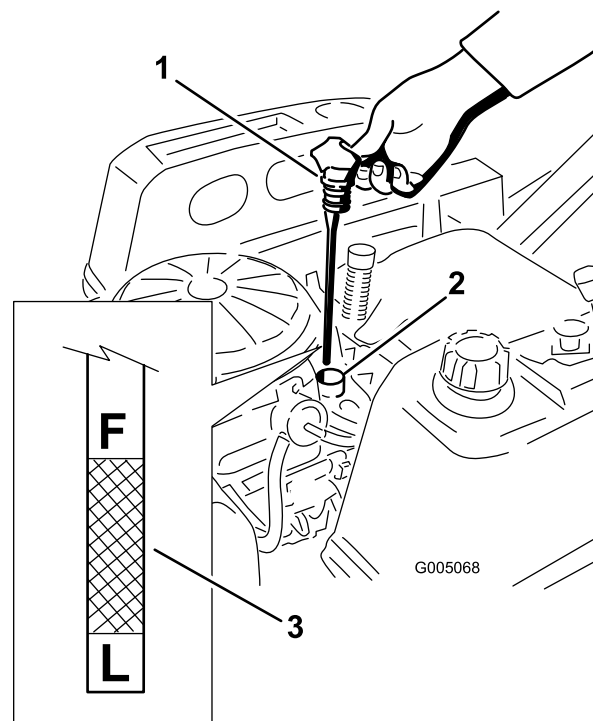

Figura 32
5. Retire a vareta e verifique o nível de óleo. (Figura 32).
4. Puxe e retire a tampa/vareta; limpe o óleo. Volte a inserir a vareta e empurre-a firmemente para o lugar (Figura 32).
7. Rode a válvula de drenagem 1/4 no sentido contrário aos dos ponteiros do relógio para abrir e deixar o óleo drenar (Figura 34). Remova a tampa/vareta (Figura 32).
14. Coloque lentamente cerca de 80% da quantidade de óleo especificada no bocal de enchimento do óleo (Figura 32).
15. Volte a colocar a tampa de enchimento/vareta e empurre-a firmemente para o lugar (Figura 32).
16. Verifique o nível de óleo (Figura 32); consulte a secção Verificação do nível do óleo.
18. Volte a colocar a tampa de enchimento/vareta e empurre-a firmemente para o lugar (Figura 32).